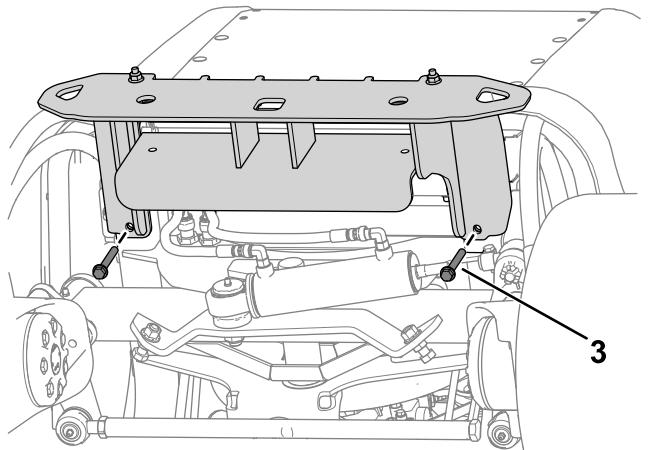

図 13
2. バンパーの上部を機体フレームに仮止めするボルト $\frac{3}{8}$ " x 3 $\frac{1}{4}$ " 4本とナット $\frac{3}{8}$ " 4個で図 13のように取り付ける。
3. バンバーを機体フレームの下に仮止めするボルト $\frac{3}{8}$ " x $2\frac{3}{4}$ " 2本とナット $\frac{3}{8}$ " 2個で図 13 のように取り付ける。